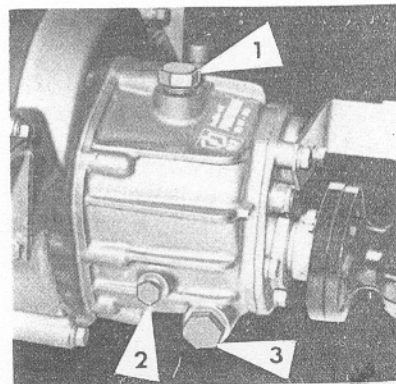

Fig. 13
- Vérifications du niveau : par le bouchon 2 Fig. 13, l'huile doit affleurer l'orifice
1. Dévisser les bouchons 1, 2 puis 3 Fig. 13
- Oil level is checked by plug 2 Fig. 13. The oil must be level with the opening
1. Unscrew plugs 1, 2 and 3 in that order (Fig. 13)